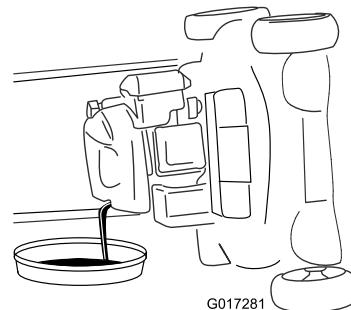

Figura 33
- Retire la varilla y drene el aceite usado en un recipiente para aceite usado (Figura 33).